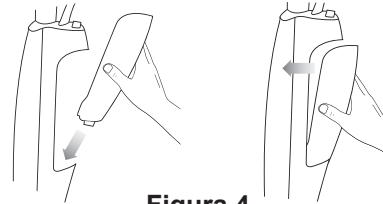

Figura 4
3. Para colocar el tanque de agua, inserte la tapa del tanque de agua dentro de la cavidad del cuerpo del trapeador y luego presione el tanque de agua hasta que quede sujeto en su lugar (Figura 4).